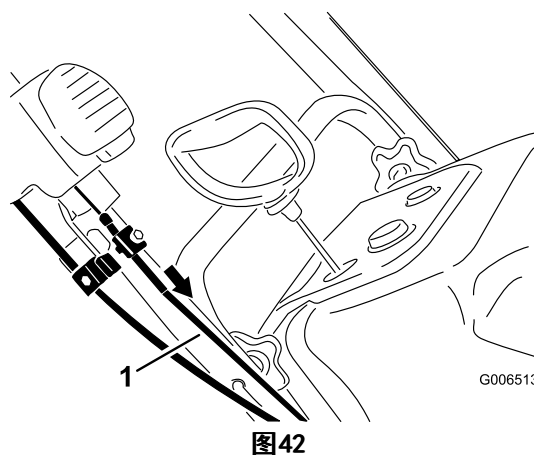

图42
5. 向前拉上电缆护罩，直到消除拉线上的松弛，并牢固拧紧上电缆夹上的螺钉（图42）。